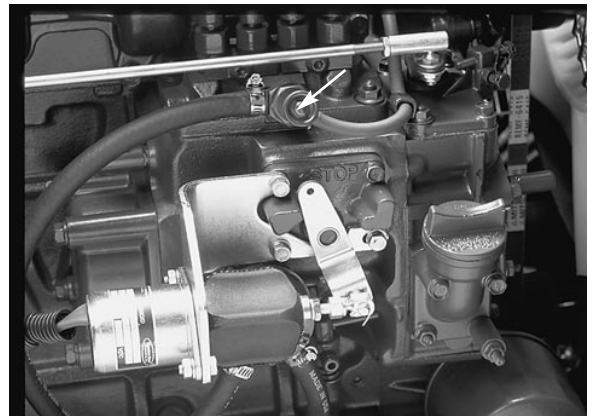

Fig. 14
2. Sedersi sul sedile ed innestare il freno di stazionamento (Fig. 15). Girare la chiave e cercare di avviare il motore con la leva di tosatura-lappatura (Fig. 14) in posizione tosatura-lappatura (MOW-BACKLAP). Se il motore si avvia esiste un guasto, che deve essere riparato immediatamente; se il motore non si avvia, il microinterruttore di trasmissione dell'apparato di taglio funziona correttamente.
3. Sedersi e disinnestare il freno di stazionamento (Fig. 15). Girare la chiave e cercare di avviare il motore con la leva di tosatura-lappatura (Fig. 14) in posizione STOP. Se il motore si avvia esiste un guasto, che deve essere riparato immediatamente. Se il motore non si